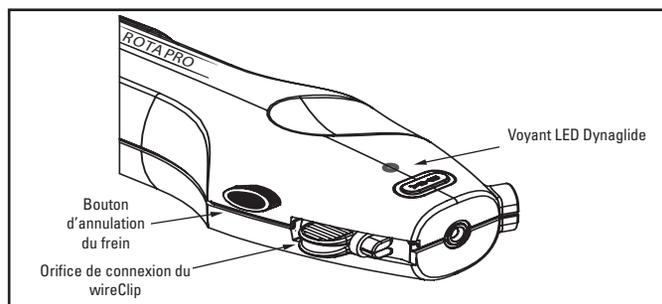

Figure 7. Bouton d'annulation du frein et orifice de connexion wireClip
- L'orifice de connexion peut être utilisé pour maintenir le frein en position d'annulation. Tout en appuyant sur le bouton d'annulation du frein, faire complètement glisser l'ensemble dispositif de torsion wireClip/guide dans l'orifice de connexion (voir la figure 7). Le bouton d'annulation du frein reste enfoncé. Ne pas utiliser cette fonction durant l'athérectomie.